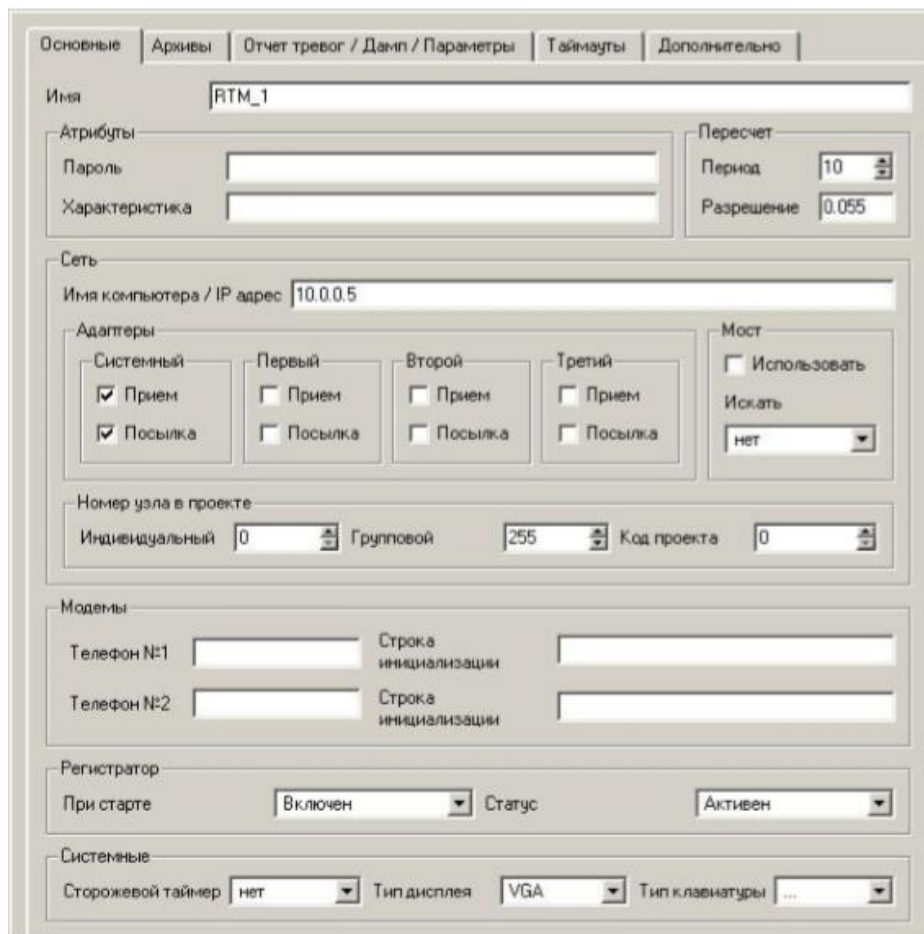

Рисунок 9. Вид окна программы «Редактор параметров узла»
1. настроить IP-адрес для каждого Узла (рисунок 9);